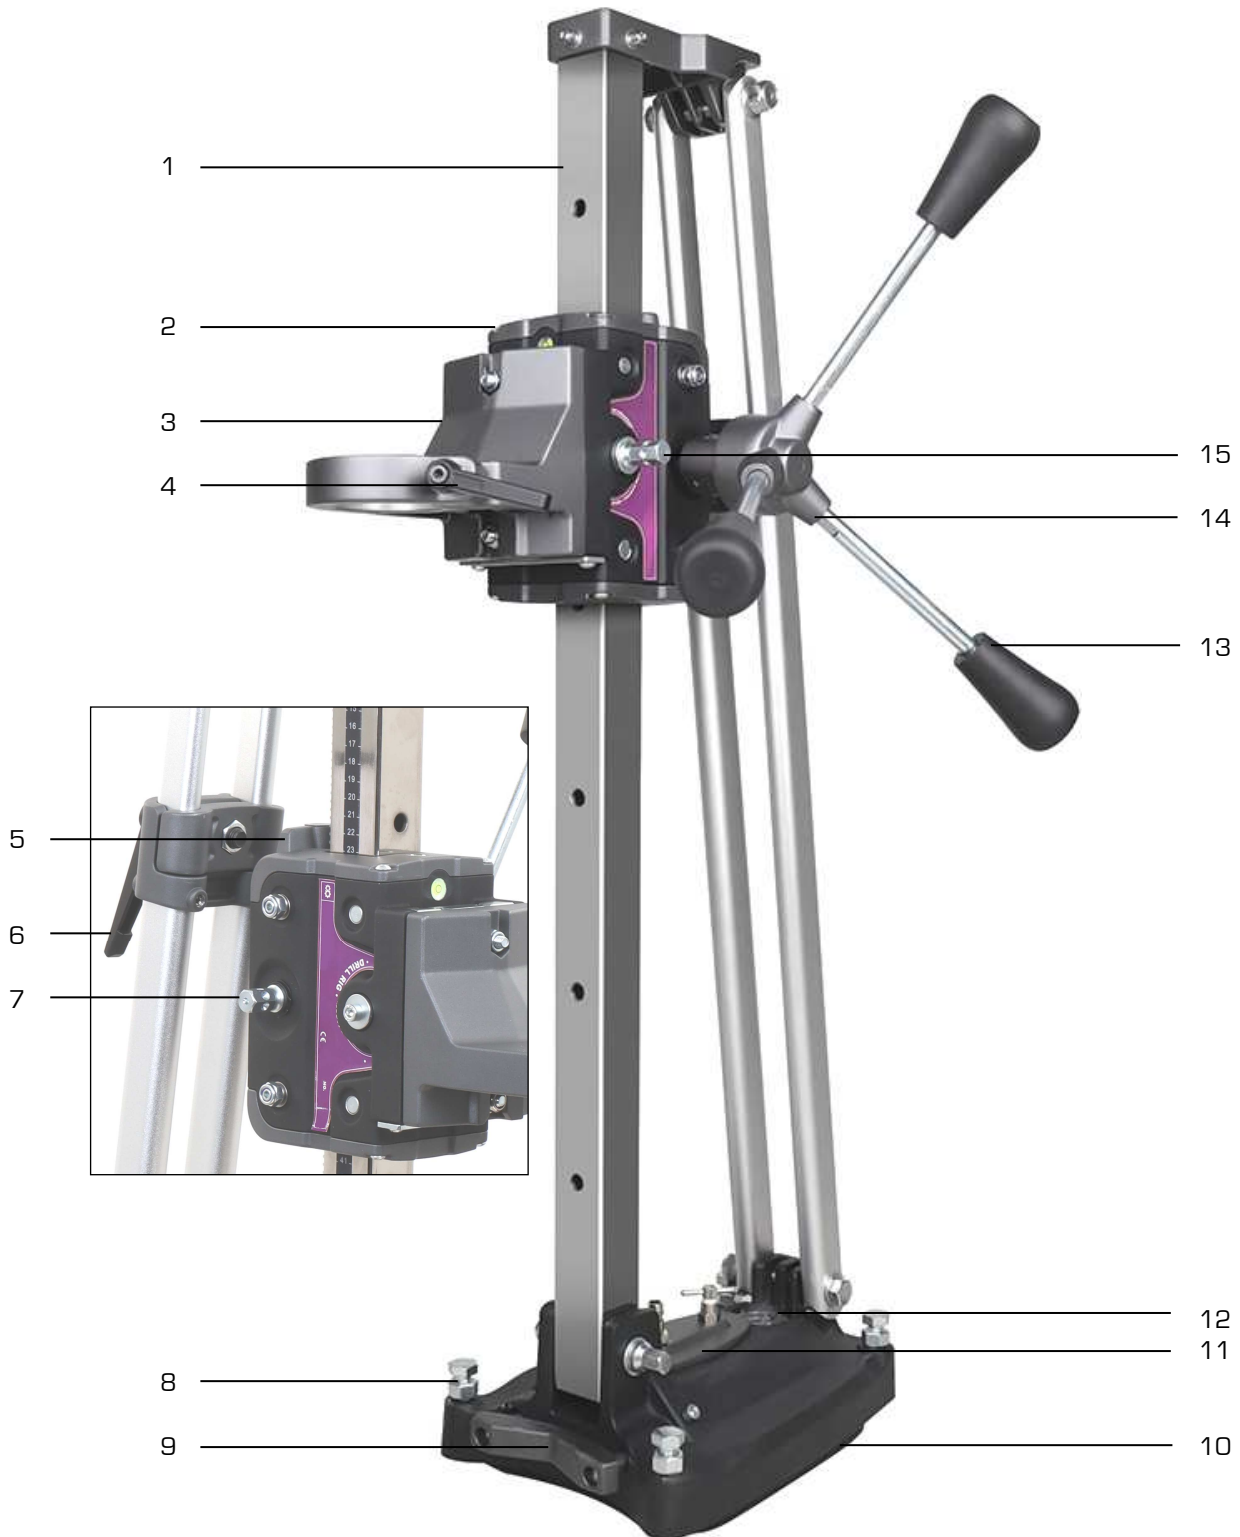

Figure 1
3. Insérer la longue tige filetée (B) avec la rondelle et l'écrou (C) du kit de fixation afin de fixer la base.
4. Avant de serrer complètement l'écrou (C), vérifier le niveau du bâti à l'aide de la bulle située sur le guide mobile (2 fig.1).
5. Si nécessaire, desserrer les boulons de réglage de position (A) et les ajuster pour obtenir le niveau souhaité. Puis resserrer les boulons de réglage de position (A).
6. Serrer l'écrou de fixation qui fixe la base à la surface de travail (C).